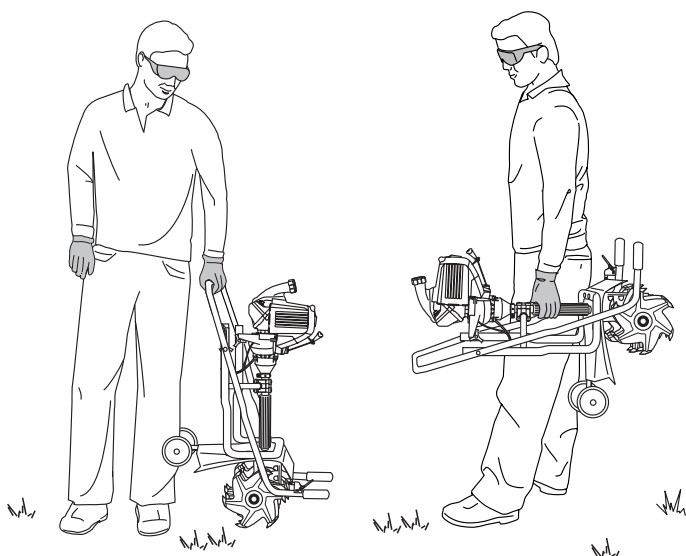

Fig. 36
4. Tenez-vous entre les poignées et saisissez le centre de la barre pour l'utiliser comme poignée de transport (Fig. 36).